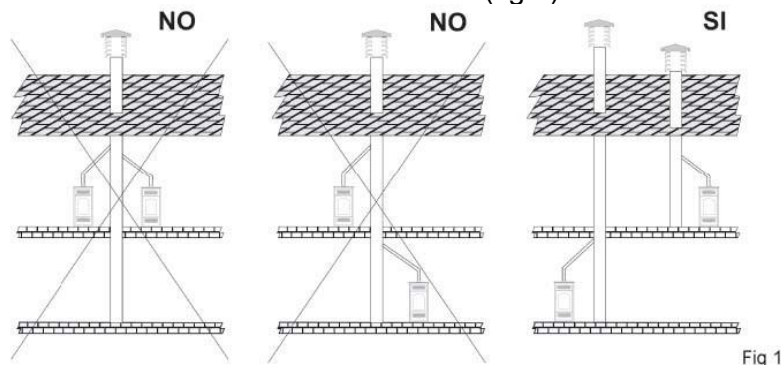

Fig 1
- Il ne devra être connecté à aucune autre cheminée, chaudière ou hotte aspirante de tout type (fig. 1)